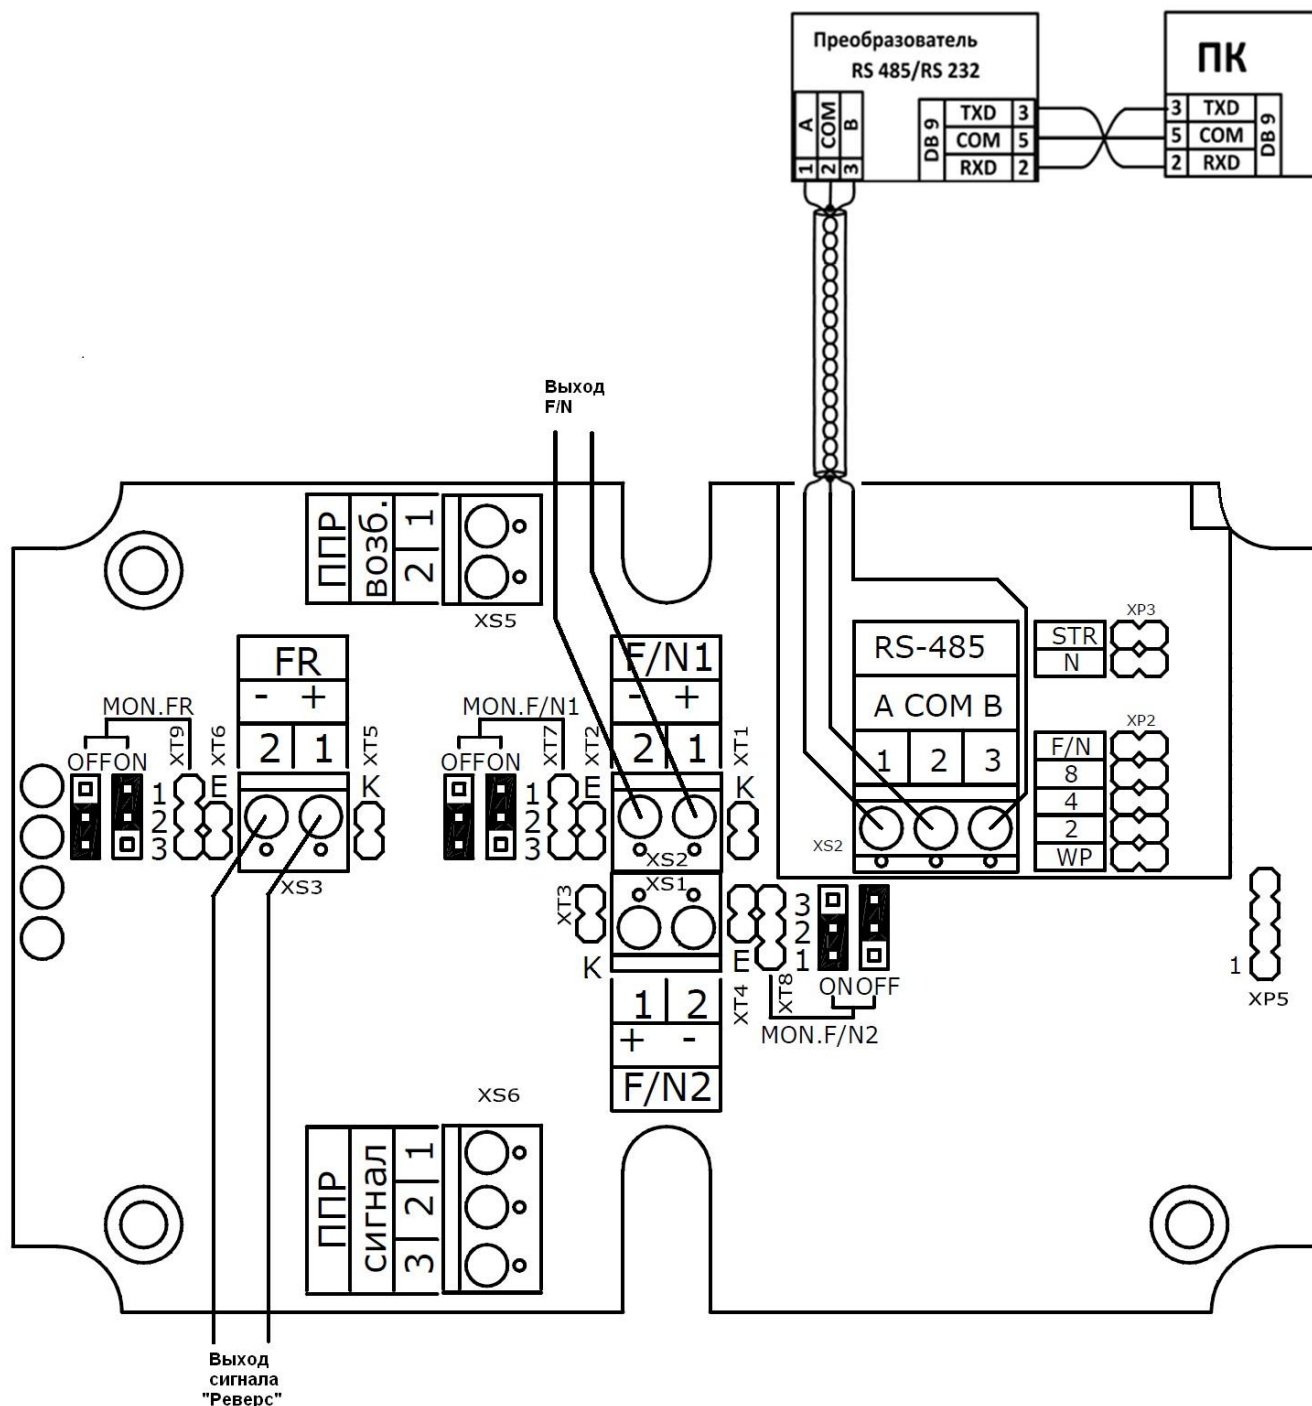

Рисунок 8.10 Схема подключения расходомера РСМ-05.05(ТЭСМАРТ) и РСМ-05.05(ТЭСМАРТ-А) (при наличии данной опции в приборе)
8.4.1 Для проведения монтажа линий связи необходимо отвернуть 4 винта на передней панели ПМ и снять переднюю панель. После этого освобождается доступ к разъемам и клеммникам для подсоединения внешних цепей (см. рисунок 8.10).
8.5.2 При считывании данных по интерфейсу RS-485 для подключения расходомера к ПК (Рис. 8.10) дополнительно требуется конвертер, преобразующий сигналы интерфейса RS-232C в RS-485 и обратно. Рекомендуемый конвертер – I-7520 с автоматически подстраиваемой скоростью и форматом. Для организации сети расходомеров на базе последовательного интерфейса RS-485 необходимо каждому прибору присвоить уникальный сетевой адрес. Схема электрических соединений при организации сети расходомеров на базе последовательного интерфейса RS-485 приведена на рисунке 8.12. (Данная функция опциональна).
8.6.2 Проверить правильность монтажа электрических цепей в соответствии с электрической схемой подключения, приведенной на рис. 8.10.
Установка вида дискретного сигнала осуществляется путём установки/снятия джампера F/N (поле XP6 (XP2 – при наличии платы RS-485), см. рис. 8.10):
8.10.1 Для расходомеров установка сетевого адреса расходомера (только при наличии платы модуля RS-485) осуществляется путём установки/снятия джамперов **0, 2, 4** на плате **RS-485** (поле **XP2**, см. рисунок 8.10). «**ON**» соответствует установленному джамперу, «**OFF**» соответствует снятому джамперу.